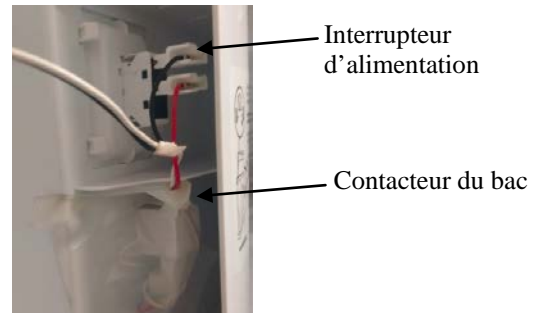

Figure 10 : Connexions de l'interrupteur d'alimentation et du contacteur de présence du bac
- 8) Vérifier que les connexions des contacteurs d'alimentation et du bac sont bien établies. Les connexions à ces contacteurs se trouvent sur le côté, à l'intérieur du couvercle de la machine à glaçons (**Figure 10**).